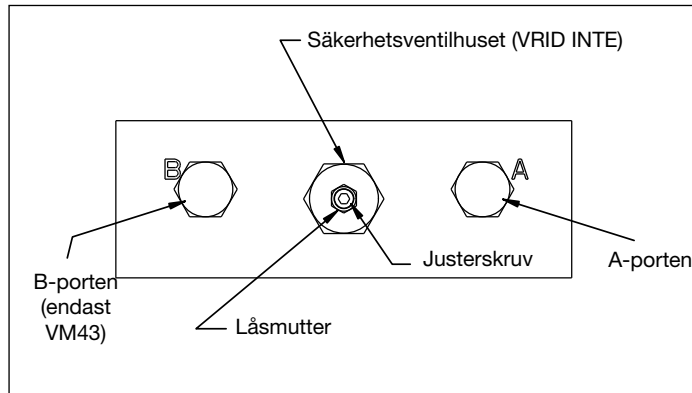

Figur 11, Säkerhetsventil - VM22
1. Frånkopplings- och nätströmsskydd ska tillhandahållas av kunden. Nätströmsskyddet ska vara 115 % av motorns fulla belastningsström vid maximalt applikationstryck (se figur 11).
1. Montera en 0-1 035 bar-[0-15 000 psi]-mätare i A-porten (se figur 11).